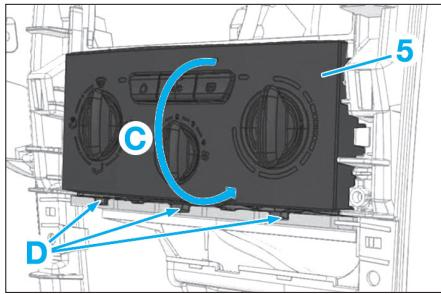

Fig. 8
- Extraire le panneau de commande de climatisation (5) comme illustré en (C), déclipser en (D) (Fig.8).